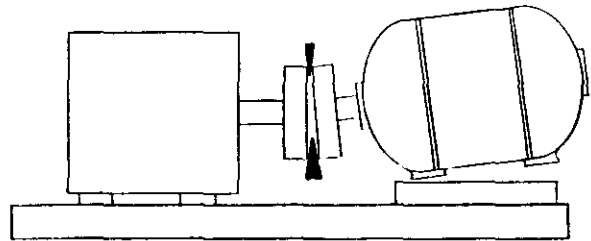

Fig. 4-2 Superficie de la parte superior a la inferior
1. Los pies frontales del impulsor deben ser acuñaos para igualar el espacio, si el espacio de acople está abierto en la parte inferior y cerrado en la parte superior (Fig. 4-2). Los pies posteriores deben ser acuñaos si la parte superior estuviera abierta en relación a la parte inferior.